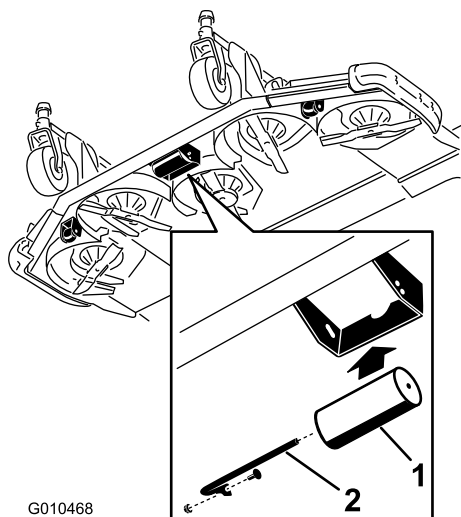

Figura 32
2. Retire el eje de los taladros inferiores del soporte, alinee el rodillo con los taladros superiores e instale el eje (Figura 32).